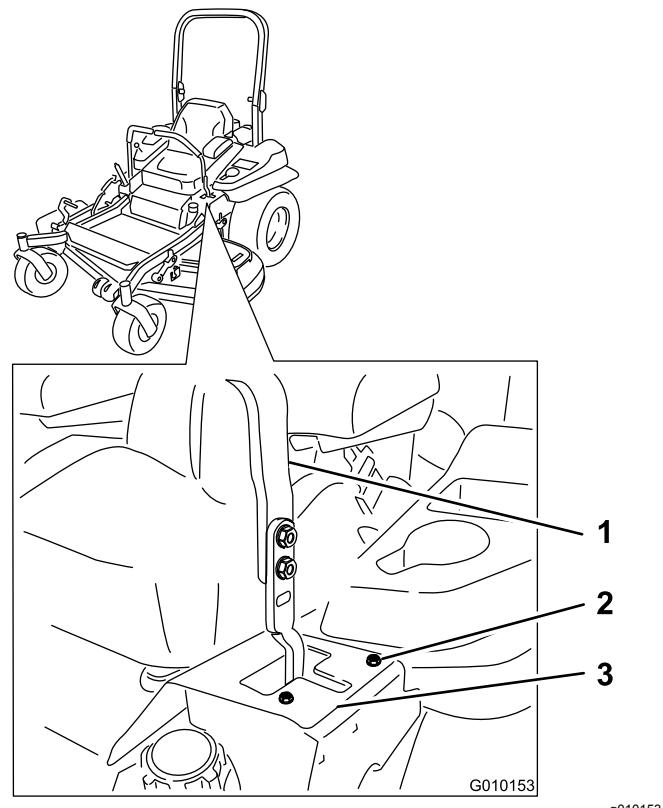

Figure 63
- Si la machine se déporte à droite, desserrez les boulons et déplacez la plaque de butée gauche en arrière sur la fente en T gauche, jusqu'à ce qu'elle se déplace en ligne droite (Figure 63).
- Si la machine se déporte à gauche, desserrez les boulons et déplacez la plaque de butée droite en arrière sur la fente en T droite, jusqu'à ce qu'elle se déplace en ligne droite (Figure 63).
- Serrez les boulons de la plaque (Figure 63).